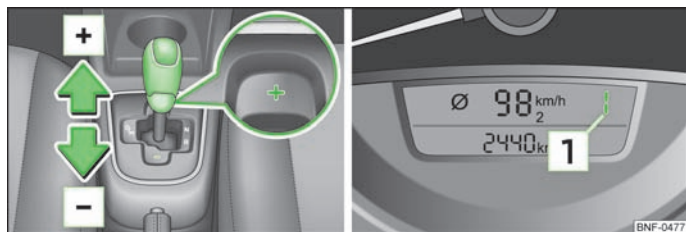

Abb. 73 Wählhebel: manuelles Schalten / Kombi-Instrument: eingelegter Gang
- › Den Wählhebel in gefederter Stellung nach links drücken und die Stellung **M** einlegen. Im Display des Kombi-Instruments wird die eingelegte Wählhebelstellung » Abb. 73 angezeigt.
- › Den Wählhebel nach vorn » Abb. 73 tippen.
- › Den Wählhebel nach hinten » Abb. 73 tippen.